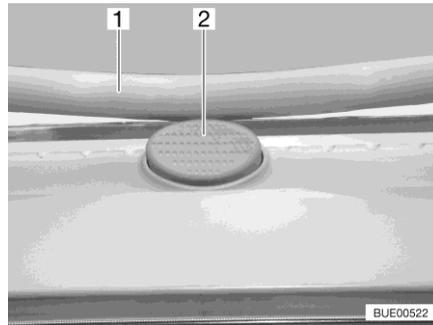

Bild 111 Sicherungsknopf (Heki-Dachhaube)
- Den Sicherungsknopf (Bild 111,2) drücken und den Bügel (Bild 111,1) mit beiden Händen nach unten ziehen.
- Den Bügel mit beiden Händen nach oben drücken, bis der Bügel oberhalb des Sicherungsknopfes (Bild 111,2) liegt.